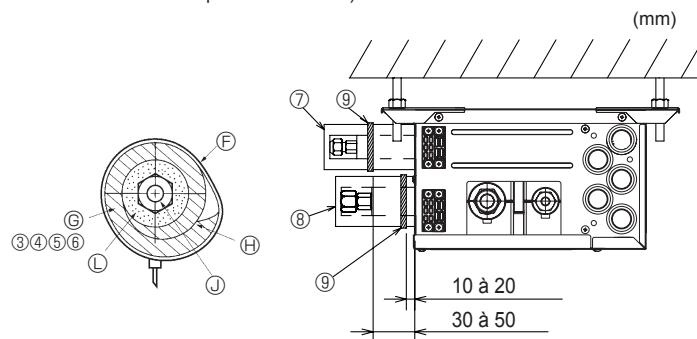
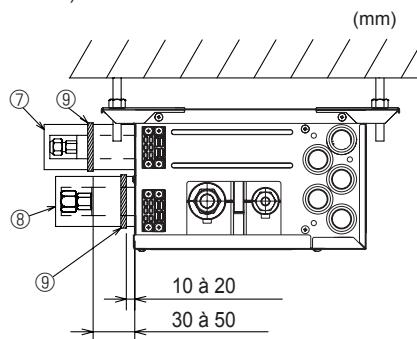

Fig. 7-3
Fig. 7-4
- (3) Raccorder immédiatement les tuyaux de réfrigérant. Serrez toujours les écrous évasés jusqu'au couple spécifié dans le tableau 2 à l'aide d'une clé dynamométrique et d'une double clé à molette.
- (4) Appuyer les cache-tuyaux ③ et ⑤ des tuyaux de liquide contre l'appareil et les enruler pour les maintenir en place. (Fig. 7-3)
- (5) Appuyer les cache-tuyaux ④ et ⑥ des tuyaux de gaz contre l'appareil et les enruler pour les maintenir en place. (Fig. 7-3)
- (6) Fixer les sangles fournies ⑨ à 10 à 20 mm de chaque extrémité des cache-tuyaux ③ ④ ⑤ ⑥.
- (7) Si l'unité intérieure n'est pas raccordée, raccordez les cache-tuyaux (avec les bouchons, ⑦ et ⑧) sur les branchements des tuyaux de réfrigérant du boîtier de dérivation contre l'unité afin d'éviter un écoulement de condensation des tuyaux. (Fig. 7-4)
- (8) Fixer les cache-tuyaux ⑦ ⑧ à l'aide des sangles fournies ⑨.
- ◎ Sangle ⑨
- ◎ Cache-tuyaux ③ ④ ⑤ ⑥
► **Appliquer les procédures suivantes aux composants du boîtier de dérivation qui ne sont pas raccordés à un appareil intérieur. (Fig. 7-4)**
(1) Afin d'éviter toute fuite de réfrigérant, veiller à serrer les raccords coniques conformément aux couples de serrage indiqués* dans le Tableau 3.
(2) Pour éviter la condensation, mettez en place les cache-tuyaux ⑦ et ⑧ contre l'unité et attachez-les à l'aide des sangles ⑨ fournies.